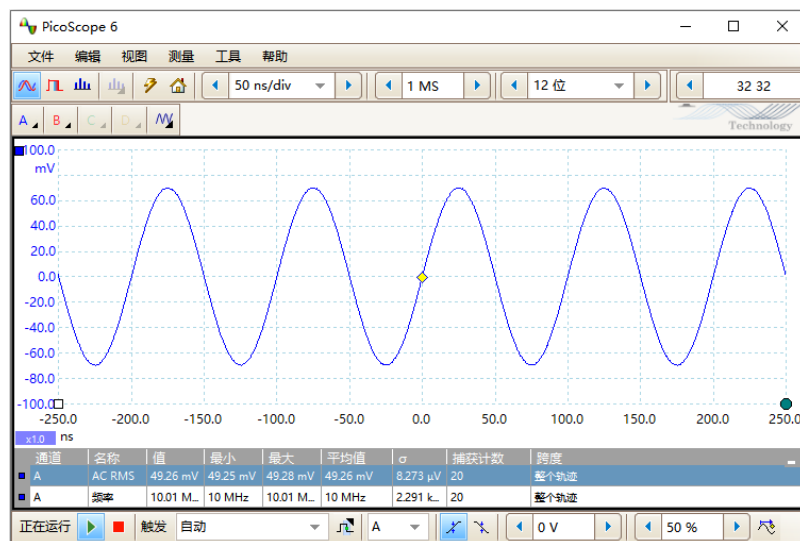

图87. 待测信号参数图
3. 打开函数信号发生器电源，将参数设置为“波形：正弦波”、“幅值：50 mVrms”、“频率：10 MHz”、“输出阻抗：50  $\Omega$ ”，待测信号参数如图 87 所示：